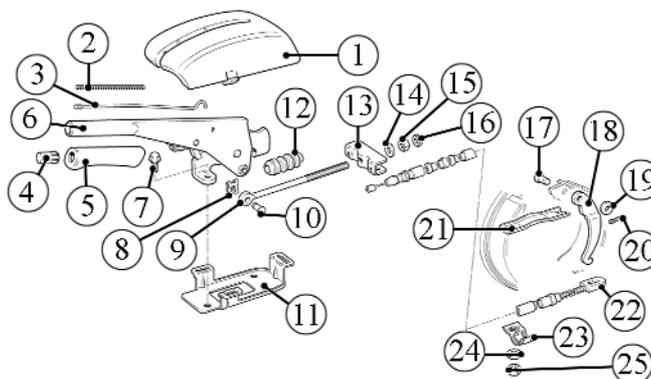

Рисунок 16 - Детали стояночной тормозной системы:
- поднять рычаг 6, рисунок 16, привода стояночного тормоза на 1 - 2 зубца по сектору (из крайнего нижнего положения);